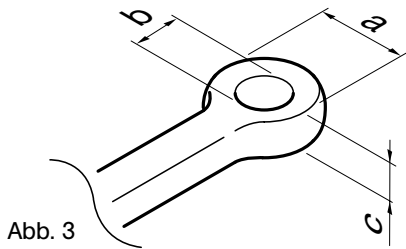

Abb. 3
5. Kuppelbare Zugösen (s. Abb. 3)